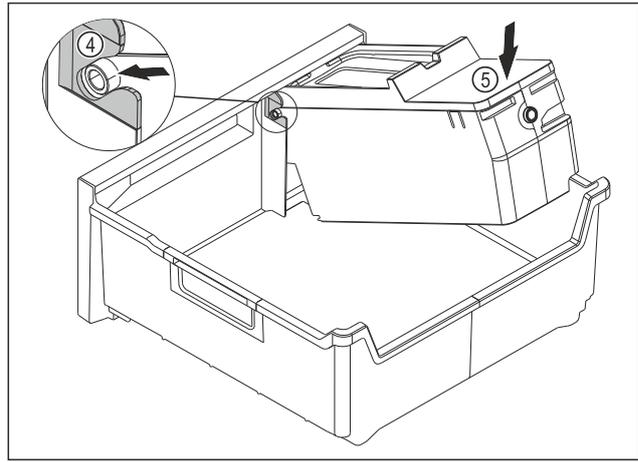

Fig. 145
- ▶ Montar el cuerpo del EasyTwist-Ice: Introducir los ejes del cuerpo del EasyTwist-Ice en las guías Fig. 145 (4).
- ▶ Presionar el cuerpo del EasyTwist-Ice Fig. 145 (5) hacia abajo por detrás.